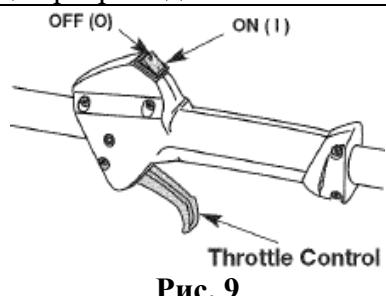

Рис. 9
запуском/отключением двигателя все время находится в положении ON (I) (Рис. 9).
OFF (O), пока устройство полностью не остановится (Рис. 9).
ПРИМЕЧАНИЕ: нет необходимости включать устройство; переключатель управления запуском/отключением двигателя все время находится в положении ON (I) (Рис. 9).
4. Переместите и удерживайте переключатель управления запуском/остановкой двигателя в положении OFF (O), пока устройство полностью не остановится (Рис. 9).